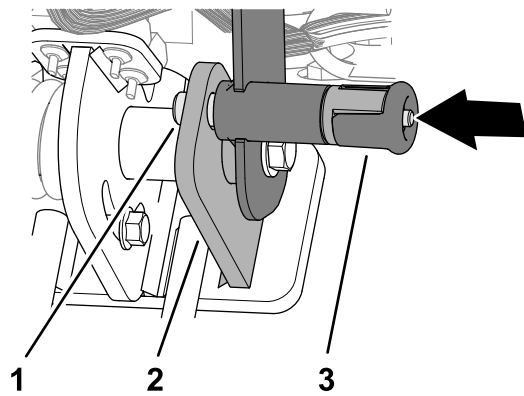

Bild 6
4. Drehen Sie den Lenker nach oben und arretieren Sie ihn mit dem Lenkerverriegelungsstift (Bild 6).